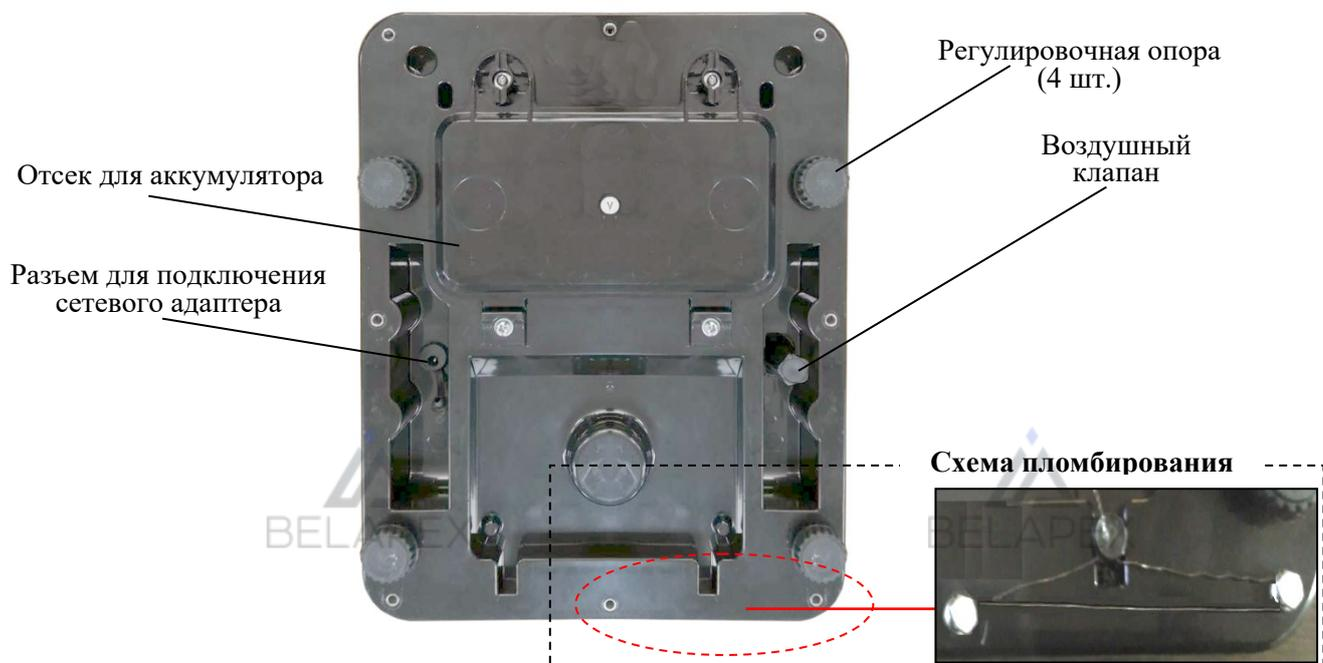

Рисунок 3 – Конструкция весов НС. Вид снизу. Основание
3.3.2 Перед первым использованием весов требуется зарядить аккумулятор. Для этого подключите штекер сетевого адаптера к разъему на обратной стороне весов (см. рис.3), а затем подключите адаптер к сети. На весах должен загореться индикатор подключения сети и заряда аккумулятора (см. табл. 4).